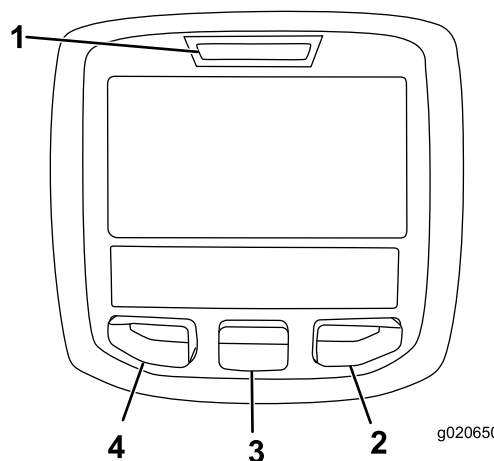

Figura 23
Il display LCD InfoCenter mostra i dati relativi alla macchina, come lo stato operativo, le varie diagnostiche e altre informazioni sulla macchina stessa (Figura 23). È presente una schermata di caricamento, una schermata delle informazioni principali, una schermata delle informazioni del motore dell'apparato di taglio (CU) e una schermata delle informazioni della trazione.